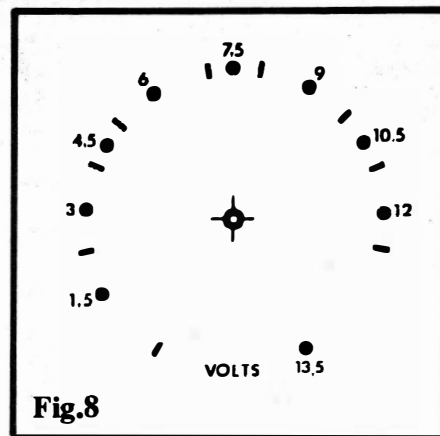

Fig.8
- **FIG. 8** - A ESCALA GRADUADA DO POTENCIÔMETRO - Conforme já dissémos, embora uma fonte de Laboratório, "de ponta", normalmente contenha no seu painel externo um voltímetro analógico (de ponteiro, com galvanômetro) ou digital (com **display** numérico de vários dígitos, 7 segmentos, LEDs ou cristal líquido...), essa anexação elevaria brutalmente o custo final da FREL... Podemos, contudo (graças à grande confiabilidade e precisão do circuito) "fugir" desse adendo, simplesmente dotando o **knob** do